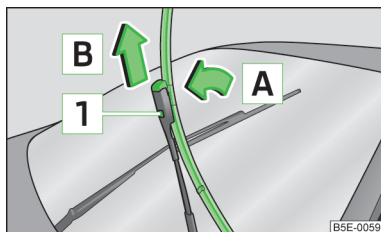

Fig. 39
- Levantar el brazo de la escobilla separándolo del parabrisas » fig. 39.